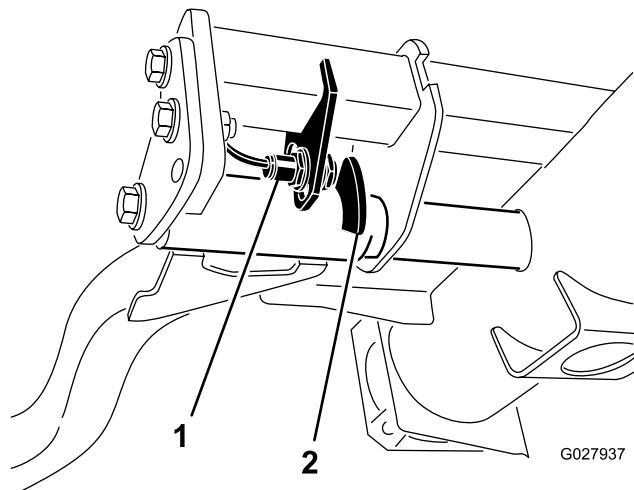

Bild 34
2. Der Hubarmschalter befindet sich unter dem Hydraulikbehälter hinter dem rechten vorderen Hubarm (Bild 34).
3. Lösen Sie die Befestigungsschrauben des Schalters (Bild 34) und schieben Sie den Schalter nach unten, um die Wendehöhe des Hubarms zu erhöhen, oder schieben Sie den Schalter nach oben, um die Wendehöhe des Hubarms zu verringern. Ziehen Sie die Befestigungsschrauben fest.